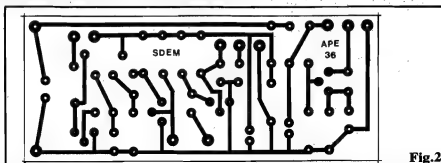

Fig.2
- **FIG. 2 - LAY OUT DO CIRCUITO IMPRESSO** - Simples e pouco denso, o lay out pode ser facilmente implementado pelos Leitores/Hobbyistas que possuam o material e ferramental apropriado. Recomendamos, como sempre, seguir os conselhos e "dicas" das INSTRUÇÕES GERAIS PARA A MONTAGEM (lá na primeira página de APE...), cujos